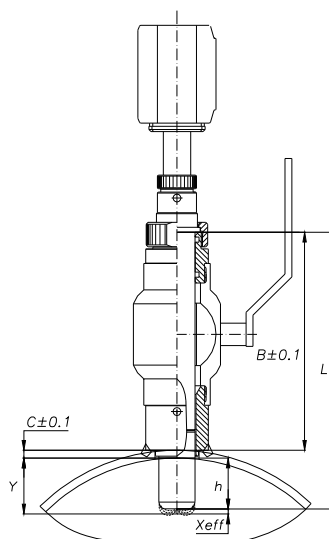

Рисунок 6 — Основные геометрические размеры преобразователя скорости ПС при монтаже
- глубина погружения ДС задается высотой шлюза (расстоянием от верхнего торца шлюза до внешней образующей трубы), толщиной стенки трубы в месте установки ДС и длиной L державки ДС (рисунок 6);
- измерить высоту шлюза (B);